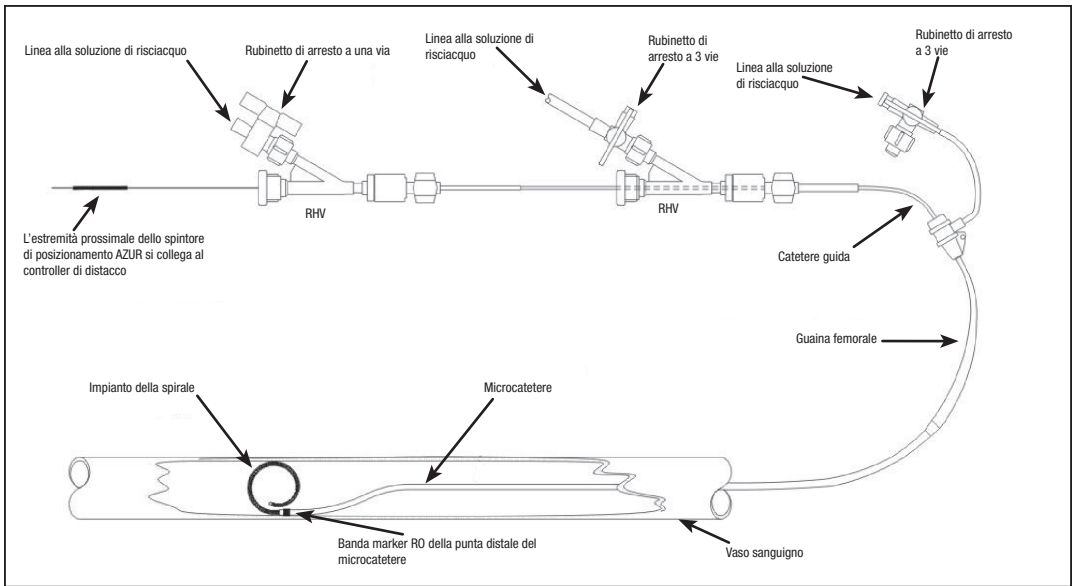

Figura 1 – Diagramma dell'impostazione del sistema AZUR
1. Fare riferimento alla Figura 1 per il diagramma di impostazione.